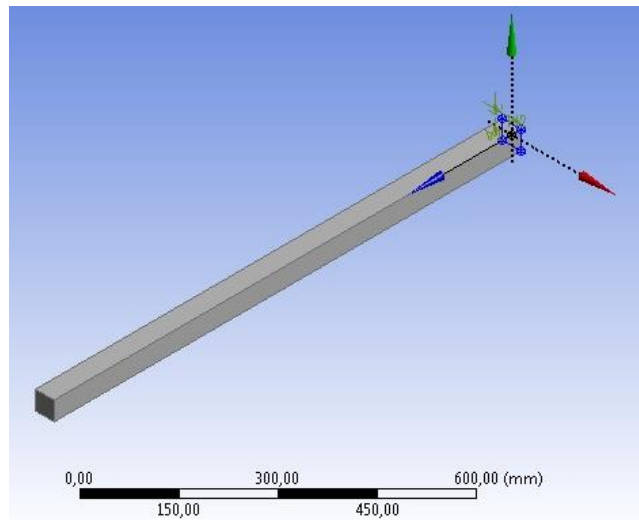

Рис. 5. Балка
3.3.7. *Generate* – фіксуємо всі зміни при побудові частини моделі. Одержуємо тривимірну суцільну заготовку для балки (рис. 5).